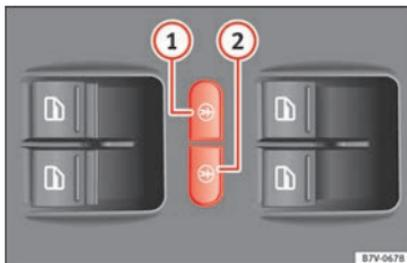

Fig. 135 Sur la porte du conducteur : touches de sécurité enfants électrique.
La sécurité enfants électrique empêche l'ouverture et la fermeture des portes coulissantes et des lève-glaces électriques des portes depuis l'intérieur, pour que les enfants n'ouvrent pas de porte pendant la conduite. La touche de gauche » fig. 135 ① ou de droite ② permet d'activer la sécurité enfant du côté arrière gauche ou droit respectivement.
Activation :	Appuyez sur la touche » fig. 135 ① ou ②.